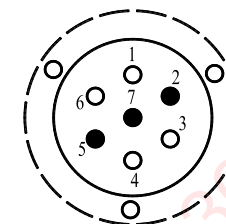

Рис.2 Вид колодки ШРа спереди.
4.9 Подсоединить провода ШРа ТСУ (рис.2) к электропроводке автомобиля (в условиях автосервиса).